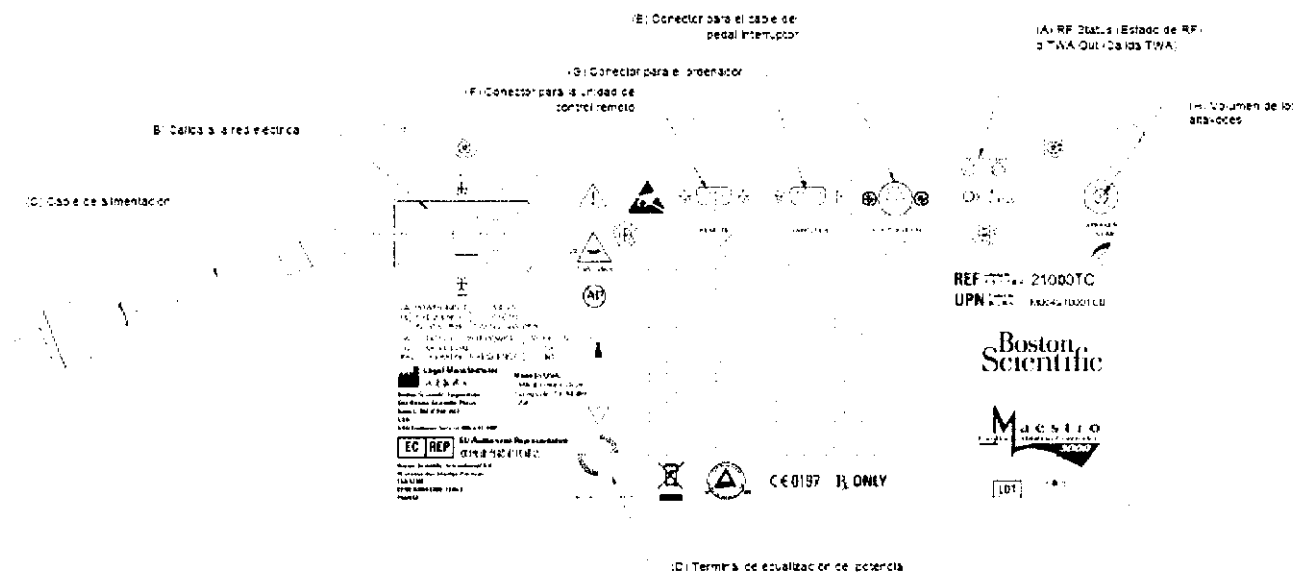

Figura 4-2: Panel trasero del controlador
Esta sección describe los controles del operador y las salidas para los conectores en el panel trasero del controlador, mostrado en la Figura 4-2, y de la unidad de control remoto, mostrado en la Figura 4-4. A menos que se indique otra cosa, todas las funciones son idénticas para el controlador y la unidad de control remoto. Consultar la sección 4.5, Unidad de control remoto, para obtener información adicional.
- Una señal de salida que solamente está activa cuando se conecta un catéter RPM™ a la interfaz. Esta señal se conecta a través de un cable de fibra óptica de BSC a un módulo de captación de la posición de BSC (MCP), y se usa para permitir que el RPM navegue durante la terapia con RF (A, Figura 4-2).
- El cable de alimentación es “Grado hospital” y debe instalarse en un enchufe de pared de CA con conexión a tierra designado “Grado hospital” o “Solo hospital” (B y C, Figura 4-2 y B y C, Figura 4-4).
- Espárrago protector de conexión a tierra (tierra del chasis) (D, Figura 4-2 y D, Figura 4-4).
- Se usa para conectar el cable del pedal interruptor (E, Figura 4-2).
- Proporciona la interfaz entre el controlador y el accesorio de unidad de control remoto opcional (F, Figura 4-2 y F, Figura 4-4).
- Suministra una interfaz para un ordenador opcional. Este es un puerto de entrada/salida que permite mostrar la transferencia de datos del controlador en un PC suministrado por el usuario (G, Figura 4-2).
- Control para el ajuste del volumen del sonido de la ablación. Si se gira la perilla en sentido antihorario se reduce el volumen (H, Figura 4-2 y H, Figura 4-4).